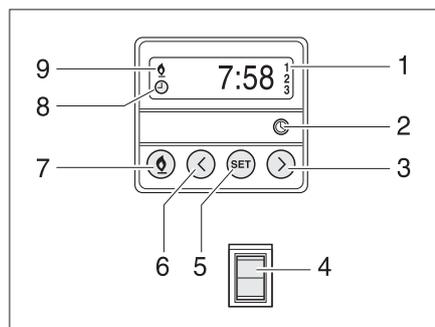

Bild 217 Bedieneinheit für Standheizung
- Taste (Bild 217,7) drücken. Der Heizbetrieb wird durch das Symbol (Bild 217,9) angezeigt. Das Gebläse wird erst bei einer Kühlwassertemperatur von 30 °C zugeschaltet.
- Taste (Bild 217,7) drücken. Das Symbol (Bild 217,9) erlischt.
- Schalter (Bild 217,4) unten drücken. Motor wird vorgewärmt. Das Gebläse wird sofort zugeschaltet.
- Schalter (Bild 217,4) oben drücken. Motor bleibt kalt.
- Taste (Bild 217,2) drücken. Die Uhrzeiteinstellung wird durch das Symbol (Bild 217,8) angezeigt.
- Mit den Tasten (Bild 217,3 und 6) die Uhrzeit einstellen.
- Taste (Bild 217,5) drücken.
- Innerhalb von 10 Sekunden mit den Tasten (Bild 217,3 und 6) die Einschaltzeit einstellen.
- Taste (Bild 217,5) so oft drücken, bis die gewünschte Programmnummer (Bild 217,1) im Display angezeigt wird.